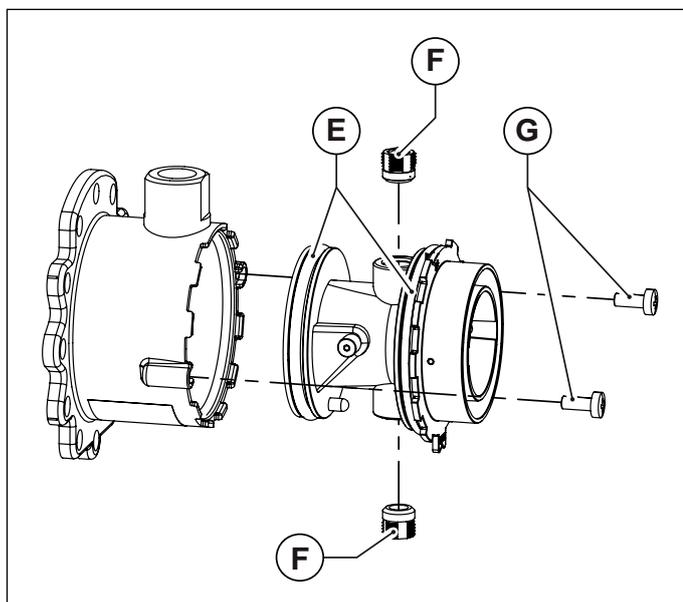

Fig. 34 Corpo in plastica del miscelatore
- Sfilare il corpo in plastica del miscelatore, svitando le due viti di fissaggio (vedi Fig. 34 Corpo in plastica del miscelatore).
- Svitare i due ugelli del miscelatore utilizzando una chiave a brugola da 6 mm (vedi Fig. 34 Corpo in plastica del miscelatore).
- Rimontare il corpo in plastica (Venturi) inserendolo nel miscelatore e avvitandolo con le viti di fissaggio, avendo cura di non danneggiare le guarnizioni o-ring che sono montate agli estremi del corpo in plastica (vedi Fig. 34 Corpo in plastica del miscelatore) e di rispettare l'orientamento di montaggio (vedi Fig. 35 Orientamento di montaggio).
- Montare il mixer riassembleto al ventilatore con le viti a brugola, avendo cura di riposizionare, fra mixer e ventilatore, l'o-ring di tenuta (vedi Fig. 34 Corpo in plastica del miscelatore).
- Montare il mixer riassembleato al ventilatore con le viti a brugola, avendo cura di riposizionare, fra mixer e ventilatore, l'o-ring tenuta (vedi Fig. 34 Corpo in plastica del miscelatore).